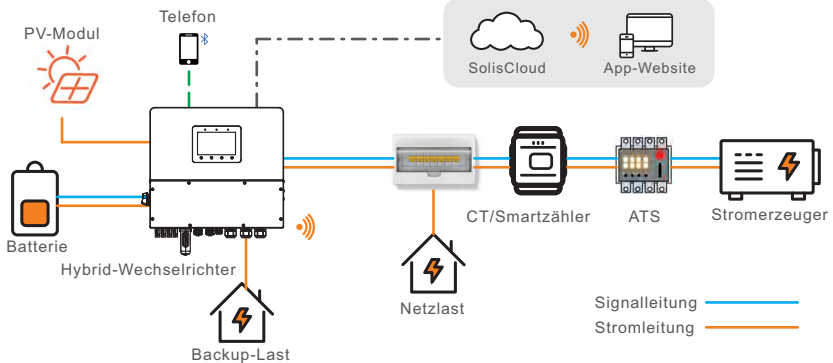

Abbildung 3.4 Typisches Diagramm für ein netzunabhängiges Szenario
- Wenn der Generator über ein ATS auf der Netzseite angeschlossen ist (Abbildung 3.4), ist ein Stromwandler oder ein intelligenter Zähler erforderlich.